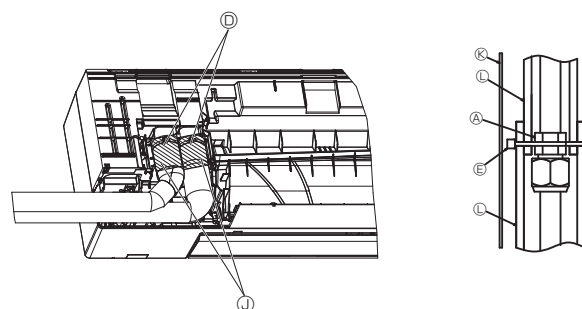

Fig. 3-11
- (6) Couvrir le joint à l'aide d'un cache-tuyaux et les fixer à l'aide d'un ruban Ⓔ. (Fig. 3-11)